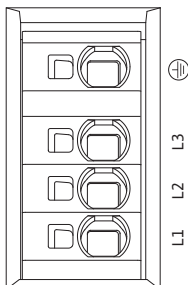

Fig. 33: Ακροδέκτες ισχύος (σύνδεσης ηλεκτρικού δικτύου)
- Ακροδέκτες ισχύος (σύνδεσης ηλεκτρικού δικτύου) (Fig. 33)